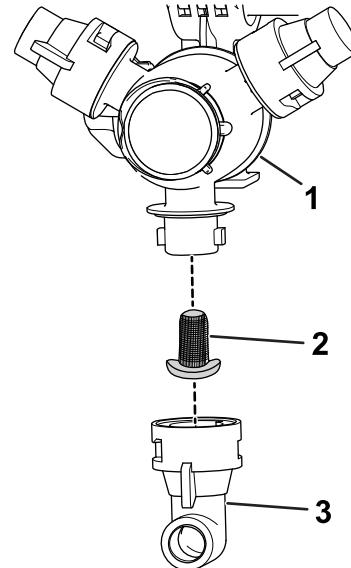

Рисунок 52
2. Снимите сопло с поворотной распылительной головки (Рисунок 52).
3. Снимите фильтр сопла (Рисунок 52).
5. Установите фильтр сопла (Рисунок 52).
- 6. Установите сопло на поворотную распылительную головку (Рисунок 52).